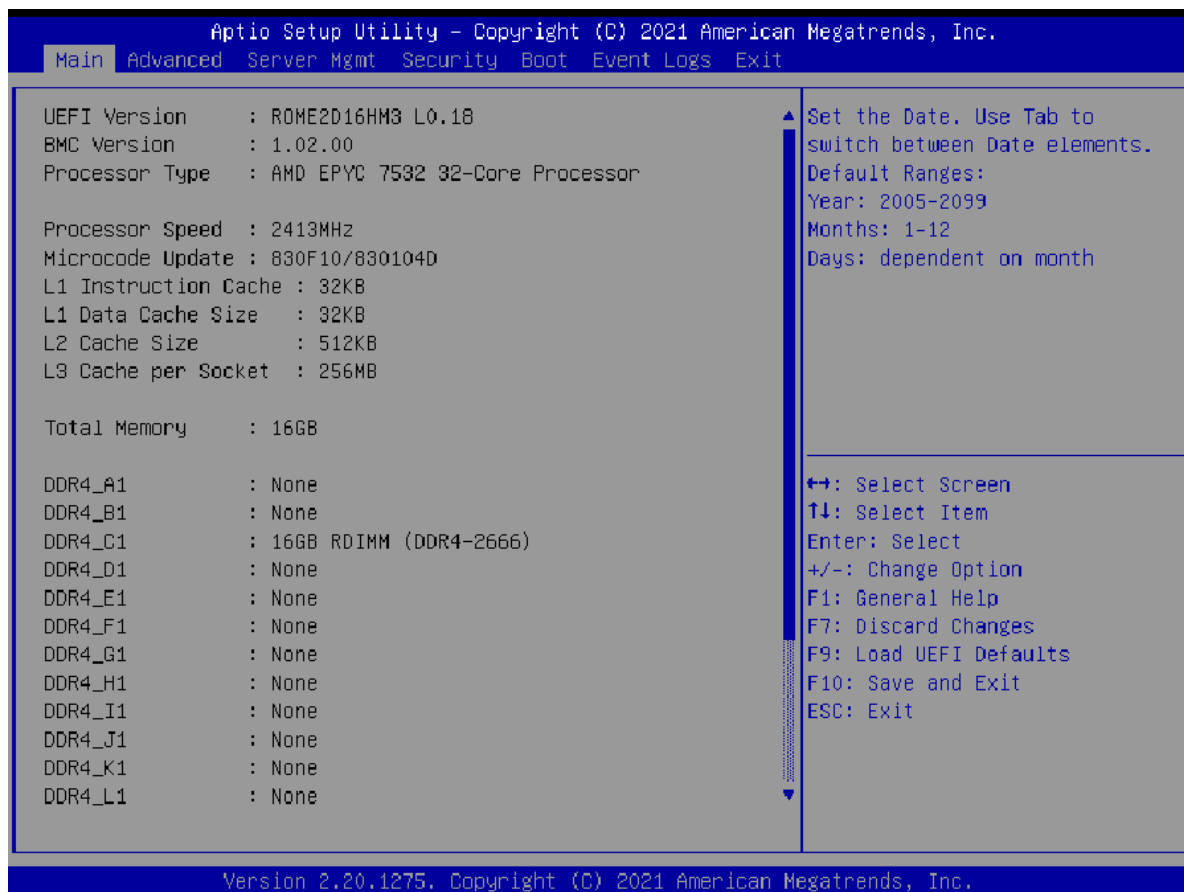

Рис. 63. Вид главного меню BIOS
**i** Внешний вид интерфейса BIOS материнской платы может несколько отличаться от приведенного в настоящем разделе. Перед началом процесса запуска программного изделия BIOS, включите сервер, во время Power-On-Self-Test (POST) нажмите и удерживайте клавишу «F2» или «Del», в противном случае POST будет продолжать свои тестовые процедуры. Появиться меню BIOS показанное на рисунке рис. 63 Вид главного меню BIOS.